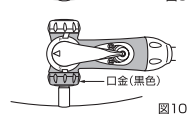

図10
- 2 口金(黒色)をタイヤ・チューブのバルブにしっかりと差込みます。(図10)
- 5 空気を入れ終わったら、レバーを中央の位置に戻します。(図10) (内部のパッキンが開きます)